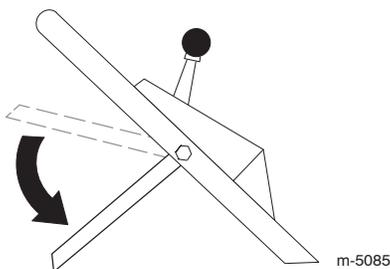

Bild 13
8. Bewegen Sie den Schaltbügel in die niedrigste Stellung (Bild 13).
3. Schieben Sie den Schaltbügel (Bild 13) in die niedrigste Stellung.